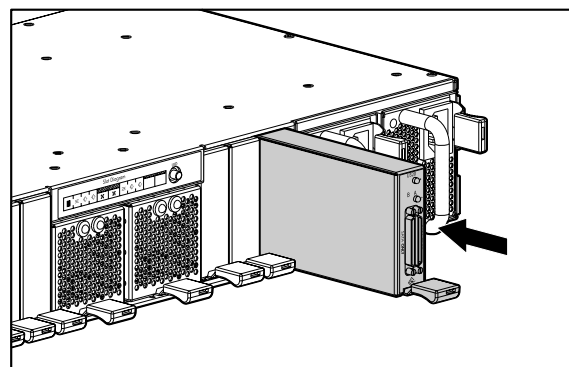

図 10: SCSI I/O モジュールのインストール
1. 図 10 に示すように、SCSI I/O モジュールを、カチッと音のする所定の位置までスライドしてベイに挿入します。